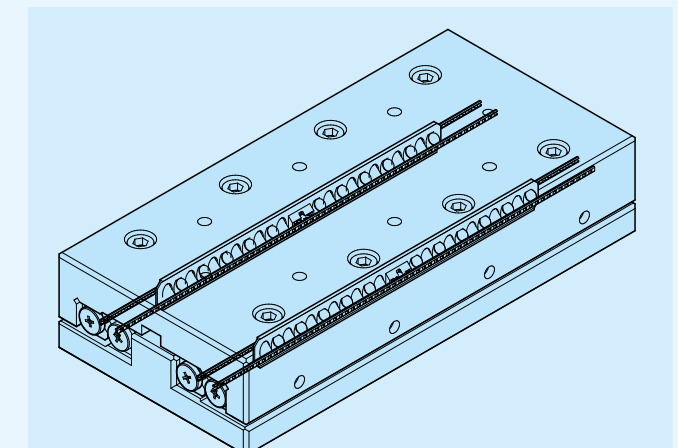

Fig. 23
- Acople a mesa suavemente e verifique se ela está dentro da faixa de traços usada e os rolos cilíndricos nas duas extremidades da gaiola não entram em contato com os parafusos de extremidade da guia. Se eles fizerem contato, siga o procedimento novamente. (Referir-se à Fig. 23)